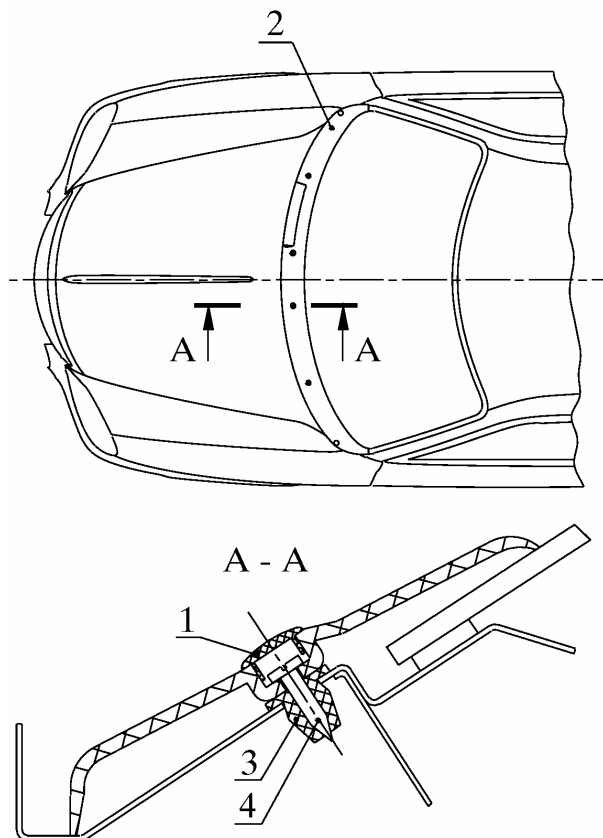

Рис. 12. Снятие панели передка нижней:
9.4.1. Снять четыре заглушки 2 (рис. 12) винтов крепления панели 1 передка нижней, вывинтить и снять шесть винтов 3